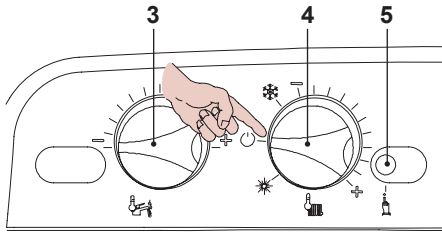

Fig. 5.54
- Per uscire dalla programmazione posizionare il selettore di funzione / manopola regolazione temperatura **4** come indicato in Fig. 5.54.